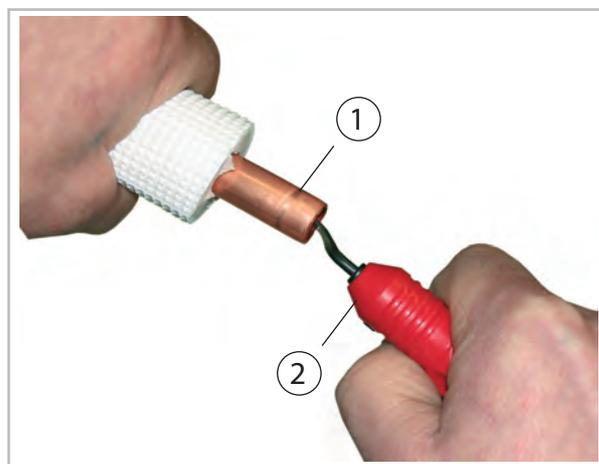
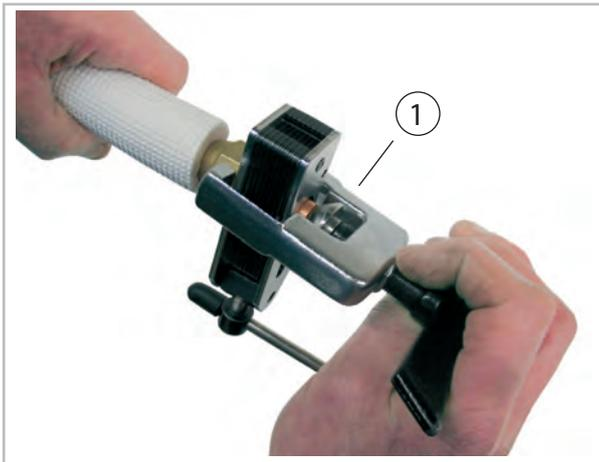

Fig. 37: Ébavurage de la conduite de frigorigène
Fig. 38: Sertissage de la conduite de frigorigène
8. ➤ Traitez les conduites de frigorigène posées comme indiqué ci-après (Voir la Fig. 37 et Voir la Fig. 38).